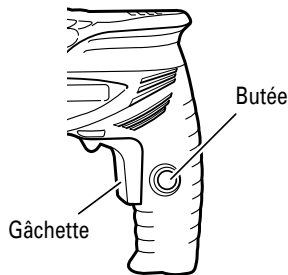

Fig. 9
**1. Fonctionnement de l'interrupteur (Fig. 9)**